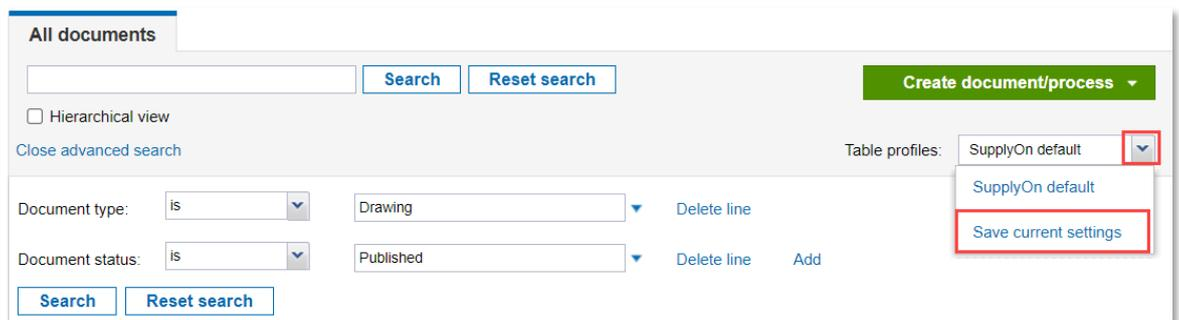

图 5 保存搜索配置文件。
- 单击图 5 中所示的箭头，并选择 **Save current settings** 选项。搜索配置文件将被保存，并可用于下次登录。